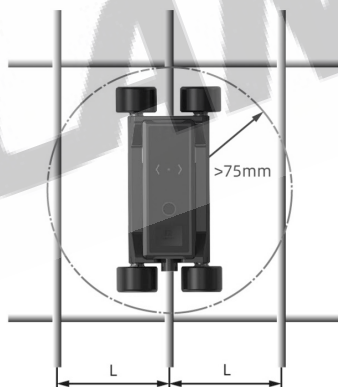

Fig.1.1
9. Come mostrato nelle figure 1.1 e 1.2, il rapporto tra la distanza tra le barre d'acciaio L e la profondità di copertura S dovrebbe generalmente non essere inferiore a 2:1. Questo rapporto dovrebbe aumentare all'aumentare del diametro delle barre: per barre con diametri superiori a 18 mm ma non superiori a 25 mm, il rapporto dovrebbe essere almeno 2,5:1; per diametri superiori a 25 mm, il rapporto dovrebbe essere almeno 3:1.